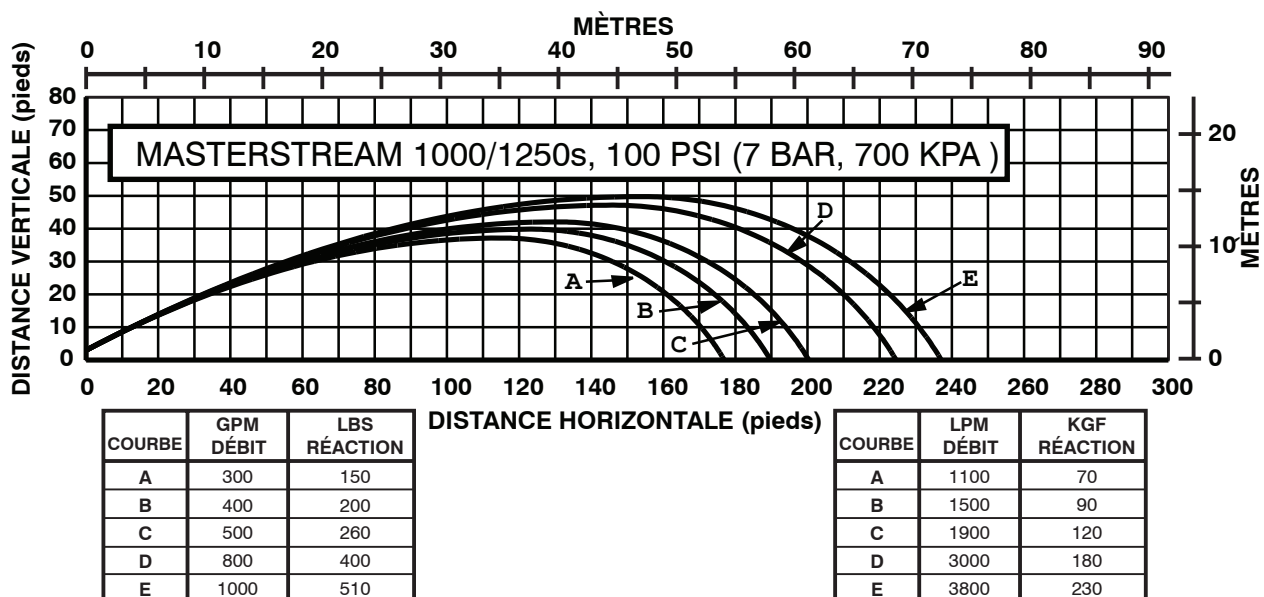

FIG 4A - Trajectoire de jet de Masterstream 1000
Les figures 4A- 4E donnent la trajectoire de jet pour les lances de série Masterstream à divers débits.
- Les figures 4A- 4E donnent la trajectoire de jet pour les lances de série Masterstream à divers débits.